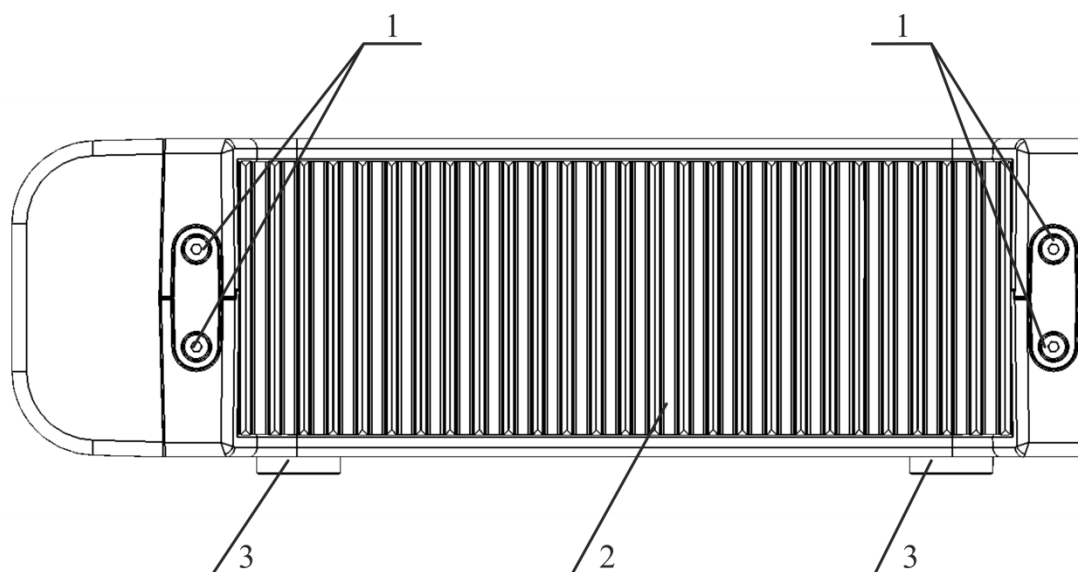
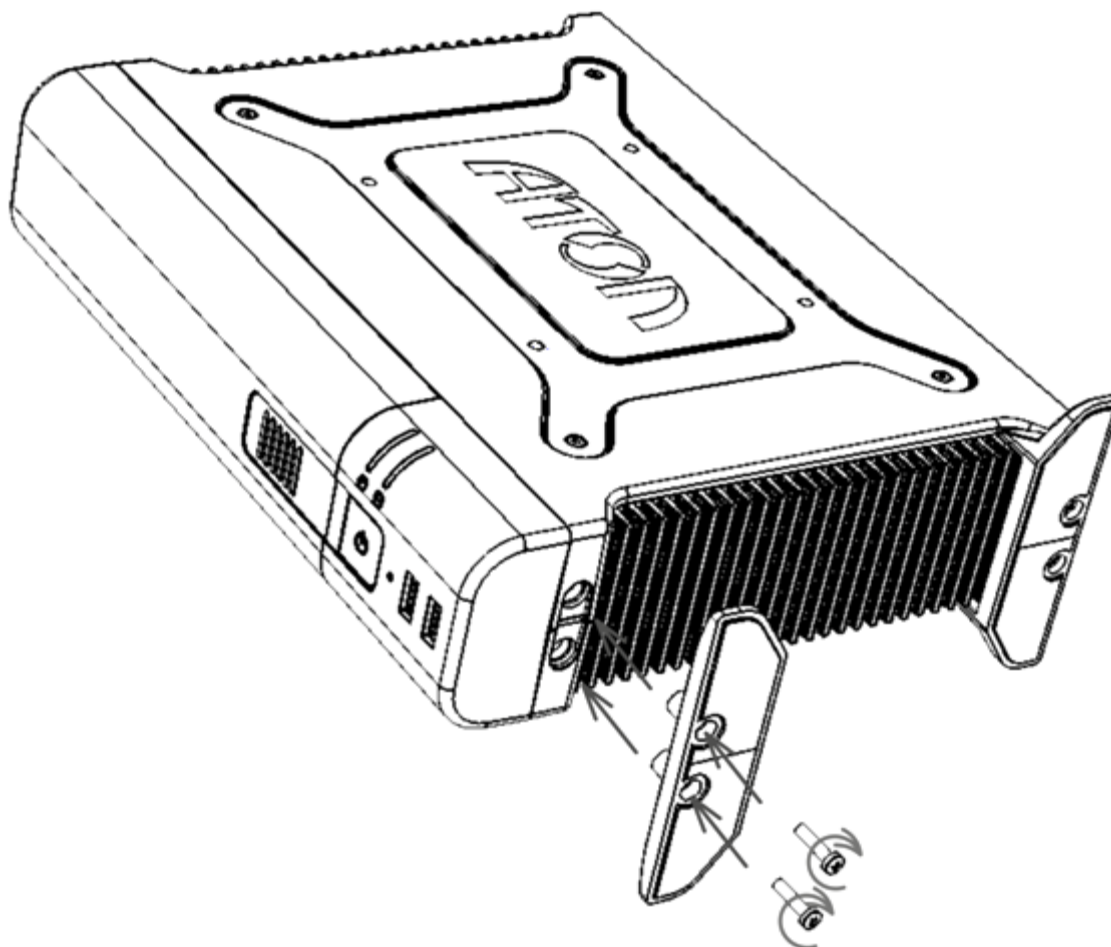

Рисунок 3. Вид сбоку (справа)
Рисунок 7. POS-компьютер: крепление ножек вертикальной установки
- Вертикальное размещение. На боковой панели корпуса (см. рис. 3) необходимо зафиксировать ножки для вертикальной установки POS-компьютера как показано на рис. 7.
На боковых панелях изделия (при горизонтальной установке) симметрично расположены элементы пассивного охлаждения (см. рис. 3). За счет теплопроводности осуществляется отдача тепла, которое затем посредством конвекции перераспределяется в окружающем пространстве.